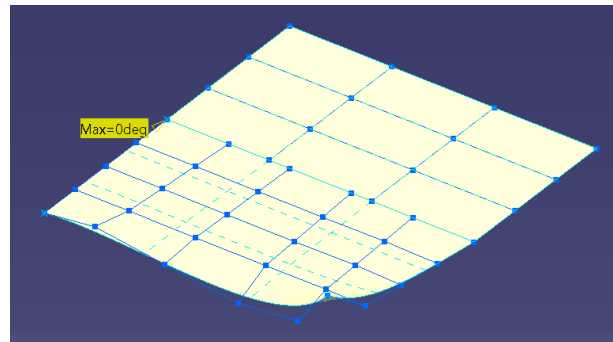

Figura 3.11 Continuidad G3 sin que coincidan las columnas de puntos.
- En la *Figura 3.11* se ve que las columnas de puntos de control de la superficie con la que se quiere continuidad no tienen por qué coincidir exactamente con las columnas de puntos de la superficie generada, pero sí que deben tener una cierta similitud.